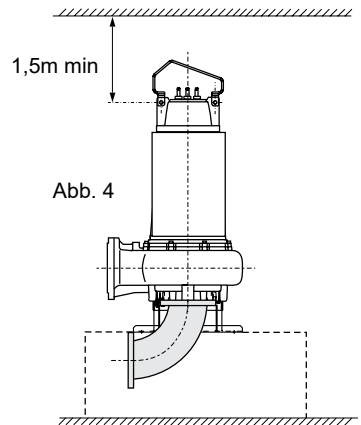

Abb. 4
1. Elektropumpe mit stehender Rotorachse auf Stützfuß und Flanschkrümmer auf der Saugseite (Abb. 4).